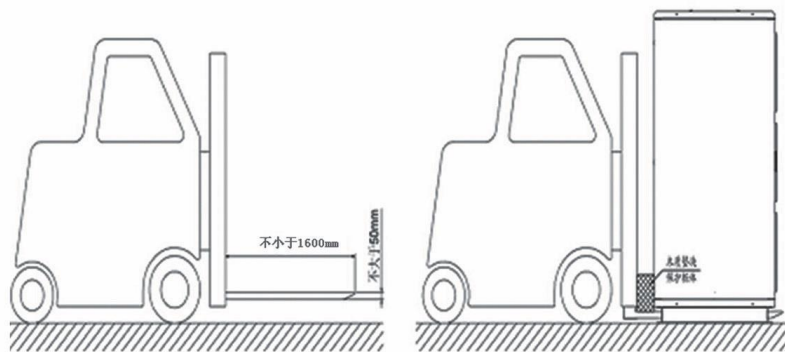

图 7.5 叉车搬运图
2) 叉车搬运：使用叉车搬运时，叉车必须能承受相应重量，叉车的叉铲的长度不小于 1600mm，叉铲的宽度不大于 170mm，厚度不大于 50mm。如图 7.5 所示：